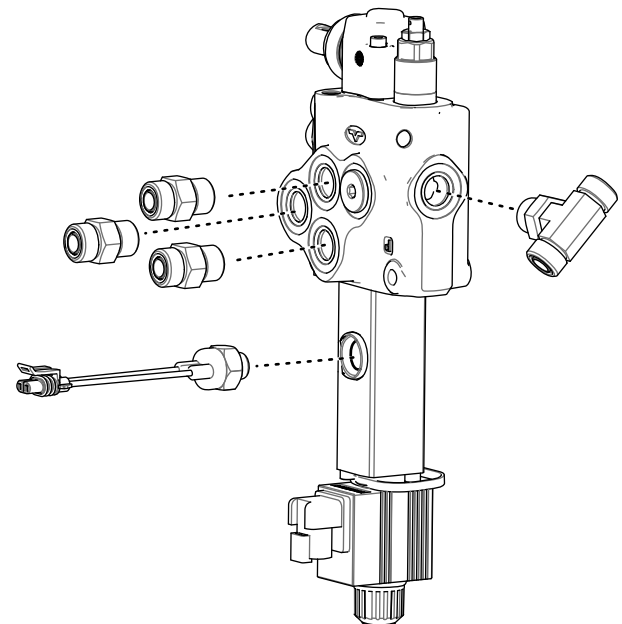

Figure 13
4. Montez les 3 raccords droits sur les 3 orifices latéraux (Figure 13).
6. Serrez le raccord en T à la main et orientez les extrémités à 45 degrés, comme montré à la Figure 13.
8. Enlevez l'obturateur sur le côté du nouveau distributeur auxiliaire et vissez le commutateur sphérique dans l'orifice (Figure 13).